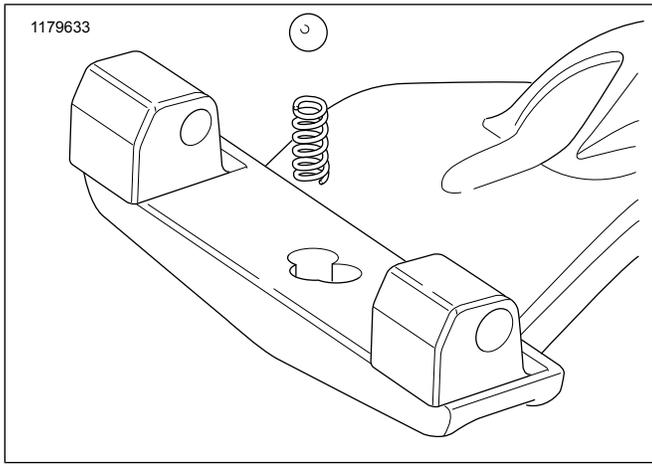

Figura 3. Instalación de la bola y el resorte
5. Ver Figura 3 . Inserte el resorte dentro del agujero de retención en el soporte de placa apoyapiés. Repose la bola en la parte superior del resorte.
5. Ver Figura 3. Inserte el resorte dentro del agujero de retención en el soporte de placa apoyapiés. Repose la bola en la parte superior del resorte.